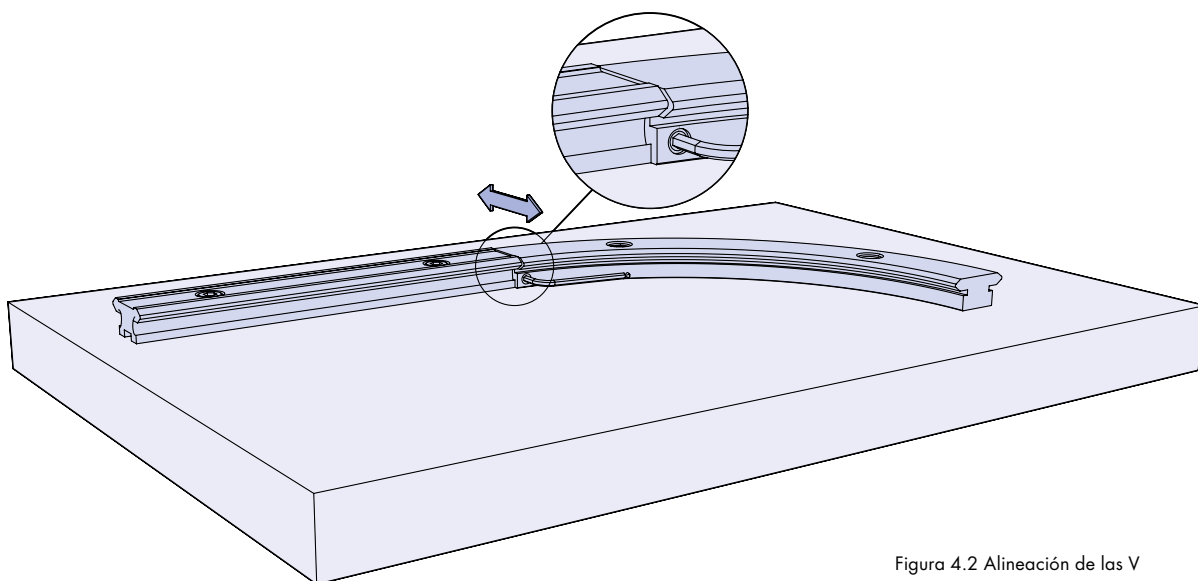

Figura 4.2 Alineación de las V
4.2 Ajuste la posición del anillo mediante los tornillos de fijación para centrar los dos componentes y para asegurar que las V estén en línea (figura 4.2).